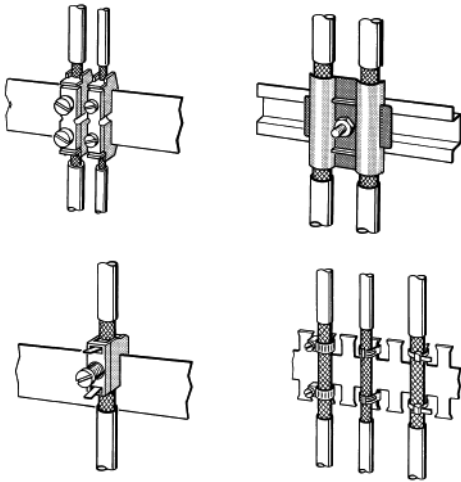

Fig. 6: Fixation des câbles blindés à l'aide de serre-câbles et de colliers de serrage (représentation schématique)
- Les serre-câbles doivent entourer généreusement le blindage et garantir un bon contact (voir Fig. 6).